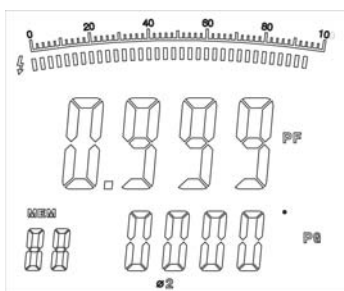

Figura 19
Luego pulse SEL de nuevo para seleccionar la segunda fase, vea figura 19.
- Pulse SEL para seleccionar la segunda fase vea la figura 19.